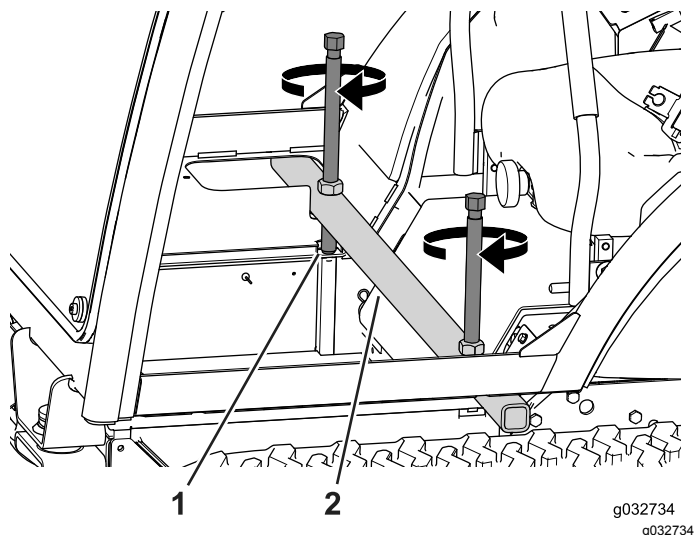

Figura 113
- Posicione a barra de elevação na estrutura da cabina (Figura 113).
4. Alterne entre rodar os parafusos de elevação algumas voltas de cada vez até a cabina articular para a frente (Figura 113).